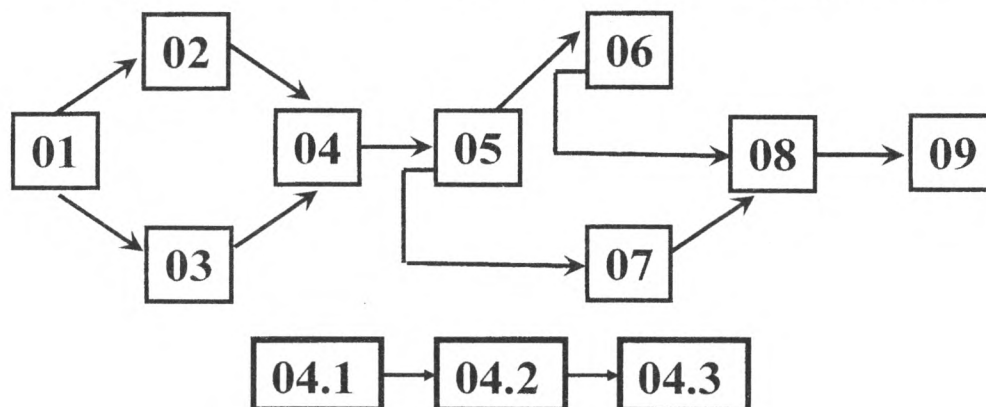

Рис. 8. Схема связей в проекте
Связи между работами нашего проекта изображены на рис. 8.
1. Учитывайте логическую последовательность выполнения работ (см. рис. 8).